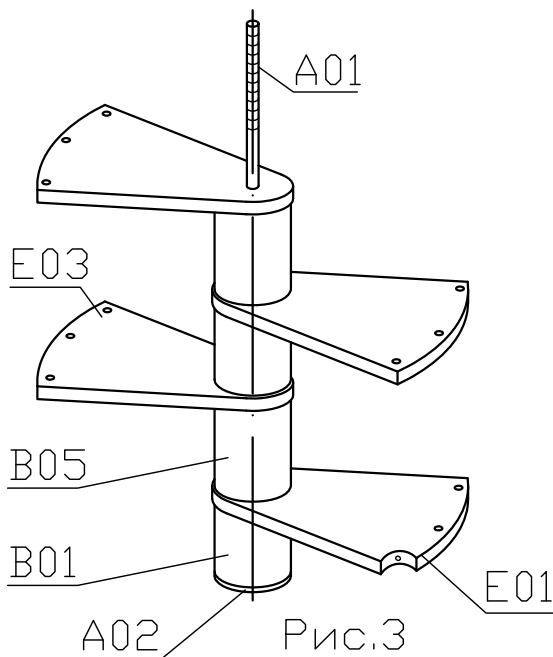

Рис.3
Во избежание перевеса лестницы в ту или иную сторону, ступени надо располагать друг напротив друга поочередно разворачивая их налево и направо. См. Рис.3.
2.5.4 После установки пяти ступеней нижнего уровня (в лестнице, уменьшенной на две, ступени нижний уровень состоит из четырех ступеней) насадите на стержень шайбу (A04), навинтите промежуточный стержень (A05) и сдавите им ступени нижнего уровня. См. Рис.3